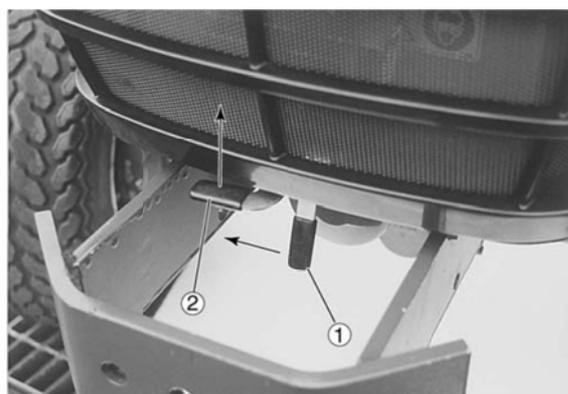
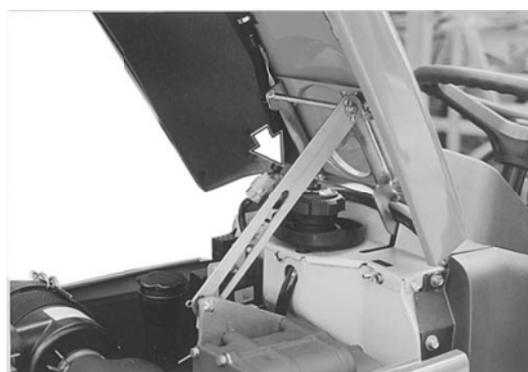

Рис. 47 (защелка капота)
Рис. 48 (опорная пластина)
Чтобы поднять капот, подвиньте защелку (1) вправо, и предохранительный рычаг (2) – вверх (см. рис. 47). Поднимите капот. Он автоматически зафиксируется с помощью опорной пластины (см. рис. 48).